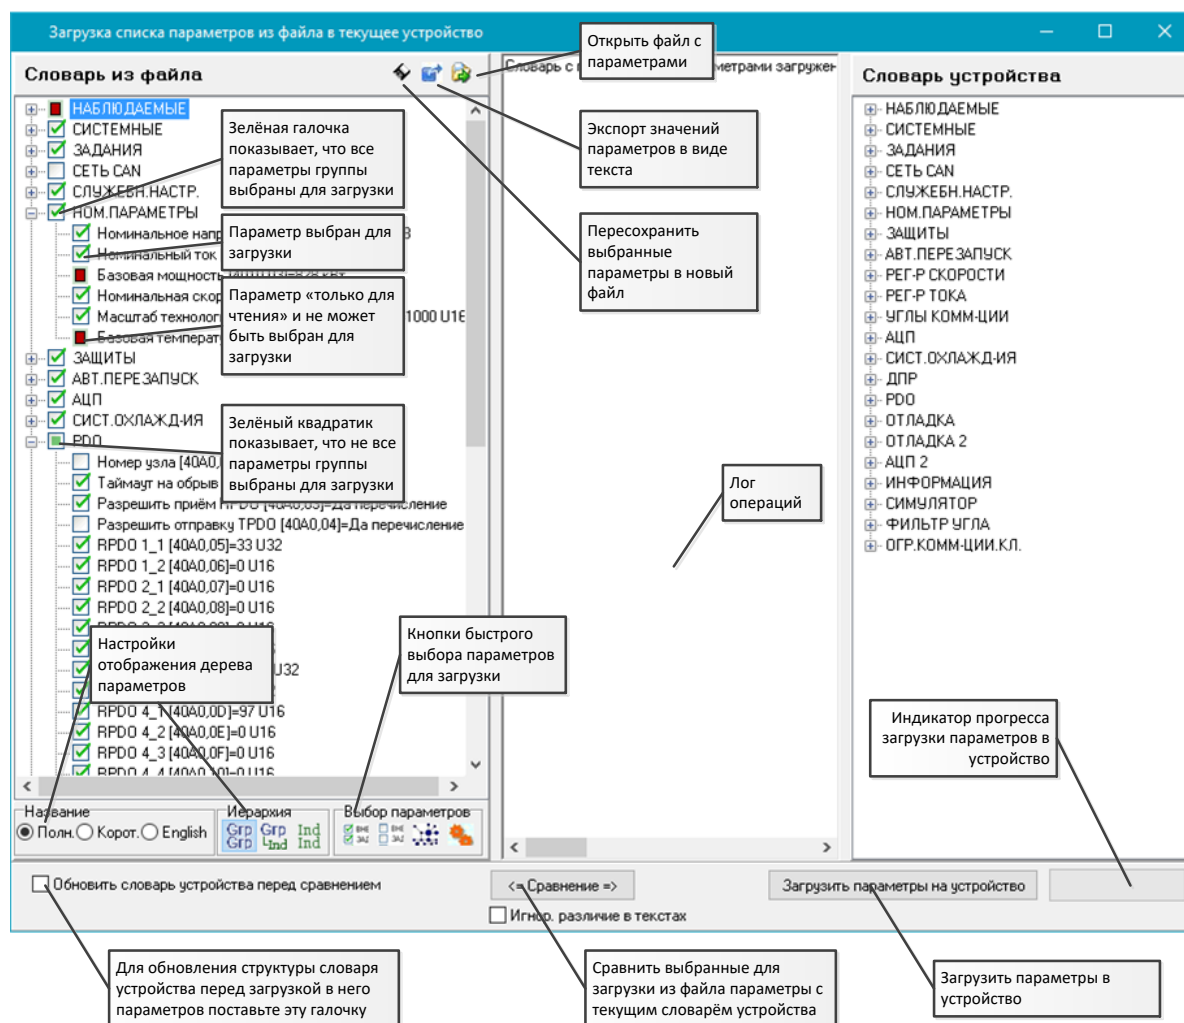

Рис. 6.8 Окно загрузки настроек из файла с жесткого диска компьютера в устройство
4. Для вызова окна загрузки параметров устройства выберите *меню/сервис/перенос параметров/загрузить из файла*. Появится соответствующее окно – см. Рис. 6.8.
6. Словарь, загруженный из указанного файла, отобразится в левой области окна загрузки параметров в виде «дерева» – см. Рис. 6.8.
8. Далее необходимо произвести проверку возможности загрузки выбранных параметров на текущее устройство. Для этого необходимо нажать кнопку «Сравнение». Обратите внимание на галочку «обновить словарь устройства перед сравнением» - см. Рис. 6.8. Если галочка стоит, то при нажатии на кнопку сравнения произойдет обновление словаря устройства – структура, форматы, тексты и т.д. Если галочка снята, то произойдет сравнение с текущим словарем. Таким образом, если пользователь уверен, что текущий словарь полностью идентичен словарю устройства, то можно снять галочку для ускорения сравнения параметров, иначе галочку лучше оставить.